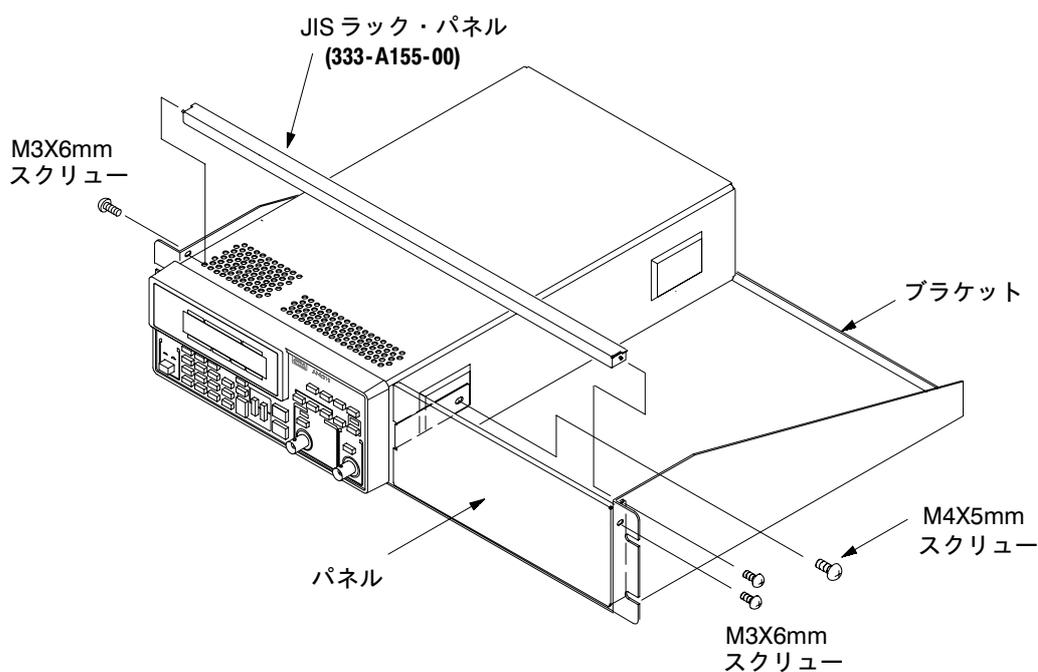

図7: パネルの取付
4. スクリュー (M4×5mm 1本) でパネルと本機器を固定します。図7を参照してください。